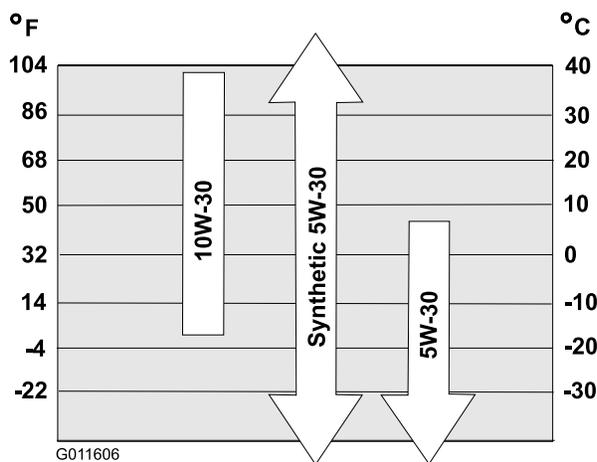

Рисунок 15
Используйте Рисунок 15 приведенный ниже для выбора оптимальной вязкости масла для ожидаемого диапазона наружных температур:
**Примечание:** Заливайте масло в картер двигателя до тех пор, пока масломерный щуп не покажет, что достигнут нужный уровень масла в двигателе, как показано на Рисунок 15. В случае перелива слейте некоторое количество масла из двигателя, как описано в разделе «Замена моторного масла».